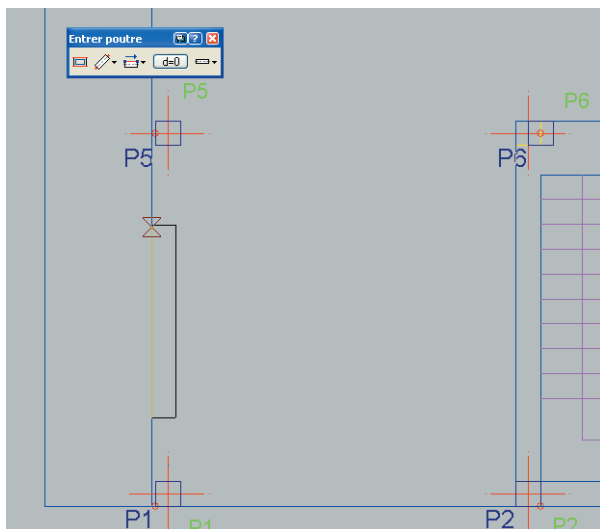

Fig. 14.46
- Le symbole Σ qui apparaît quand le curseur se rapproche d'une ligne du DXF indique que si vous cliquez gauche avec la souris, l'amorce de la poutre se fera en ce point. Introduisez le point initial et le point final de la poutre en capturant deux points de la ligne du DXF qui passe près des poteaux **P1** et **P5**. Vous devez obtenir la même chose que sur le figure 14.46.